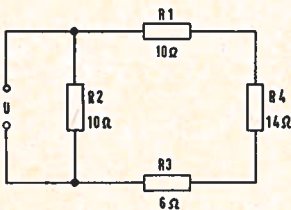

FIG. 1
21. Vier weerstanden zijn geschakeld als in fig. 1 getekend. $I = 12 \text{ A}$. Bereken: de vervangingsweerstand R_v , de spanning U , de stroom door elke weerstand en de spanning aan de klemmen hiervan.